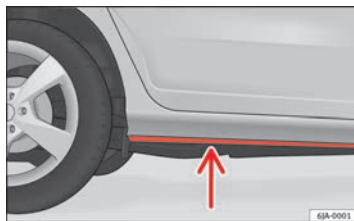

Fig. 114 Vadear
- Determine la profundidad del agua antes de entrar. El agua puede alcanzar, como máximo, hasta por debajo del larguero inferior del vehículo ⇒ fig. 114;